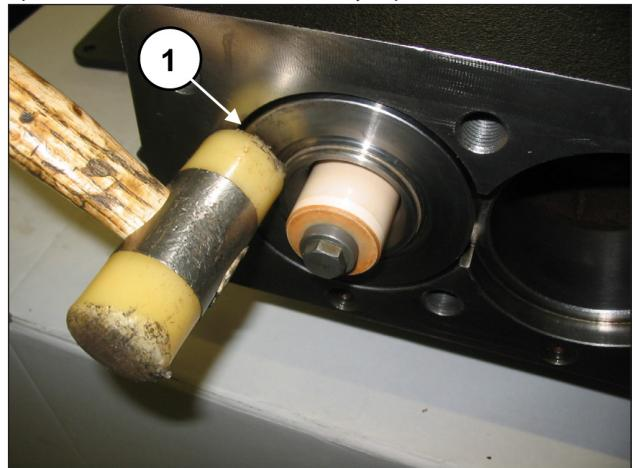

Рис. 160
Убедитесь, что узел рубашки и опоры уплотнений правильно встал в свое место до упора (поз. ①, Рис. 160).